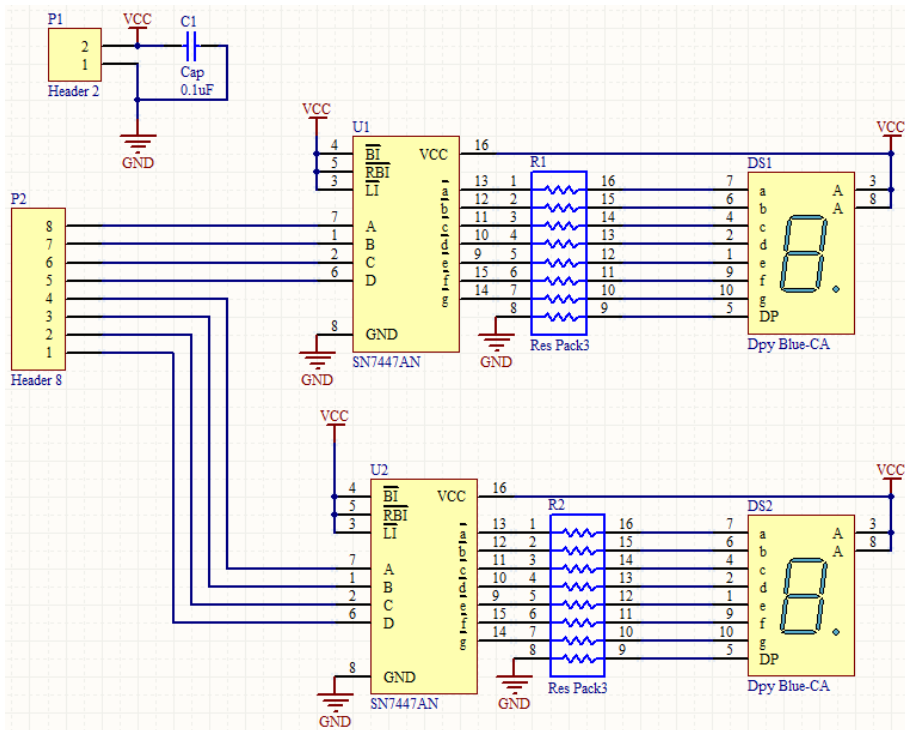

图 4-74 实践题 (2)
(2) 创建“Chap4-2.PrjPcb”工程，在其中新建“Chap4-2.SchDoc”文档，绘制如图 4-74 所示的原理图。
(3) 重做 4.5 节的综合实例。